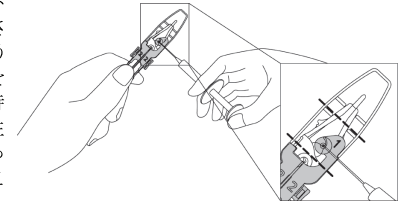

図1 眼科用粘弾性物質の注入
① 無菌的に滅菌バッグを開封し、つまみを持ちながら本品を取り出す。
② 粘弾性物質注入ポート(刻印 1)から図 1 に示された点線内を満たすように眼科用粘弾性物質を注入する(図 1)。この時レンズ光学部に粘弾性物質が十分に行き渡っていることを確認すること。